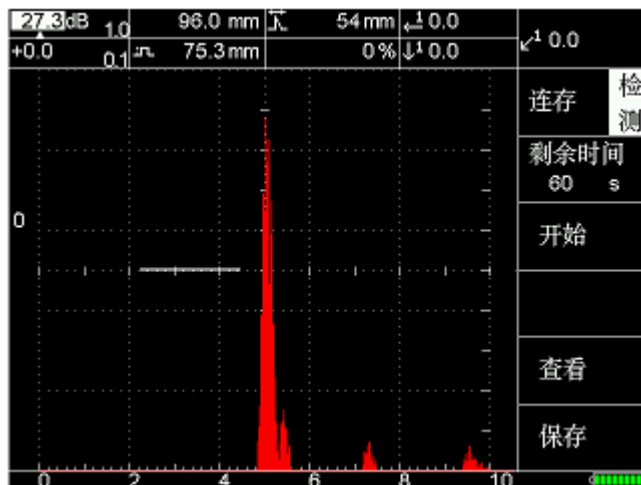

图 6-8
(1) 按  【存储】快捷键，按【B】进入，进入图 6-8。
(3) 在记录过程中，用户可随时按【C】停止键，回到图 6-8。
(4) 用户此时可以按【D】键查看或直接按【E】保存，将提示保存成功。
(2) 按【C】进入图 6-8, 按【D】即可查看、回放。